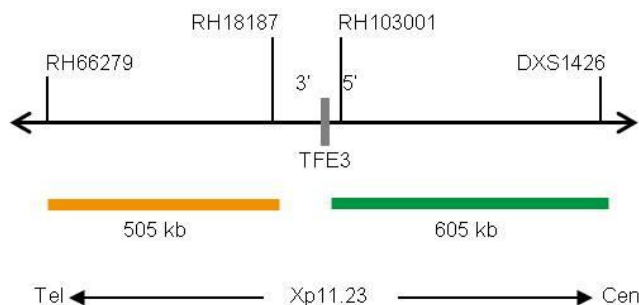

Fig. 1: SPEC TFE3 Mappa della sonda (non in scala)
- Polinucleotidi (~10 ng/μl) marcati con ZyGreen (eccitazione 503 nm/emissione 528 nm), che hanno come bersaglio sequenze mappate in Xp11.23* (chrX:48,906,685-49,509,699) prossimali alla regione del breakpoint TFE3 (vedere Fig. 1).
- Polinucleotidi (~4,5 ng/μl) marcati con ZyOrange (eccitazione 547 nm/emissione 572 nm), che hanno come bersaglio sequenze mappate in Xp11.23* (chrX:48,287,169-48,792,674), distali alla regione del breakpoint di TFE3 (vedere Fig. 1).